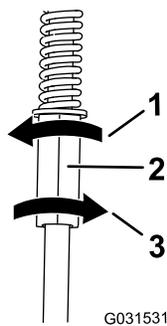

Bild 65
4. Drehen Sie die linke Schaltstange um Viertelumdrehungen, bis die Spur der Maschine gerade ist (Bild 65).